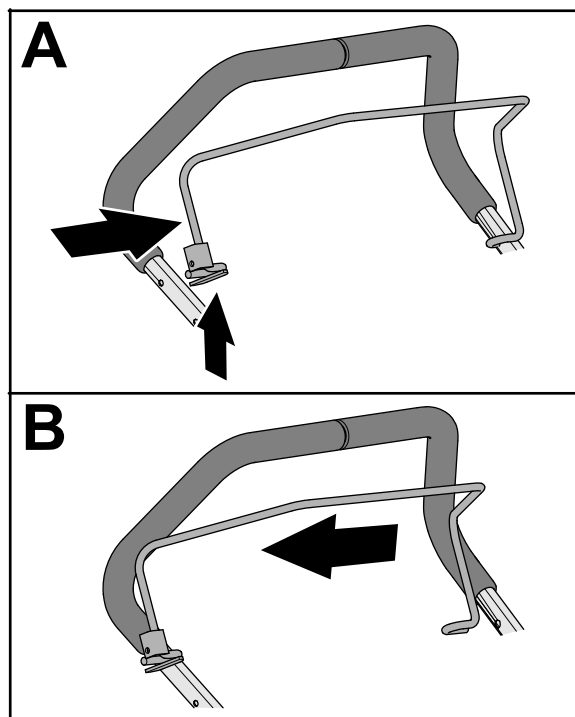

图 10
2. 挤压操作员到位把手的支脚直到可以从上部手把上卸下接头并从机器上卸下把手图 10。